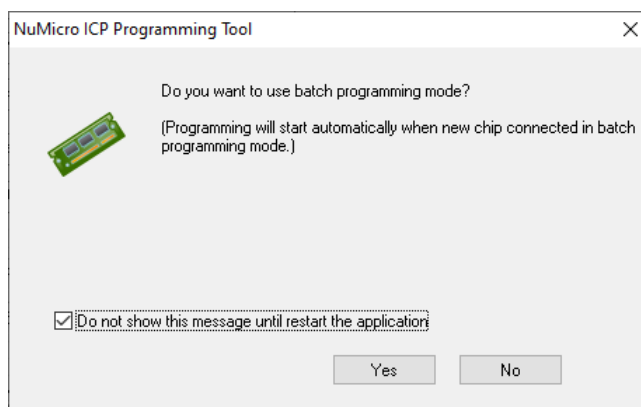

Рисунок 3.5 – ПО «NuMicro ICP Programming Tool»
5. В появившемся окне нажать «No» (Рисунок 3.5). При необходимости можно поставить галочку «Do not show this message until restart the application», чтобы окно не появлялось все время, так как данный режим не применим для рассматриваемого случая.